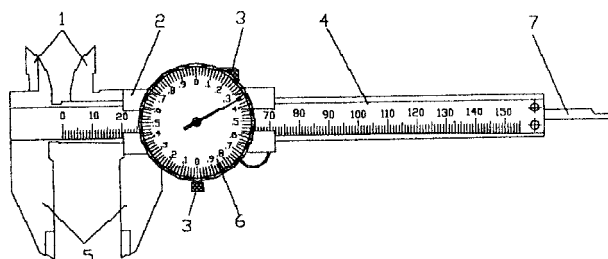

图4-9 200mm以下带表的卡尺
(2) 带表的卡尺主要由以下几部分组成：尺身、刀口内量爪、外量爪、尺框、紧固螺丝、深度尺、指示表等，如图4-9所示：